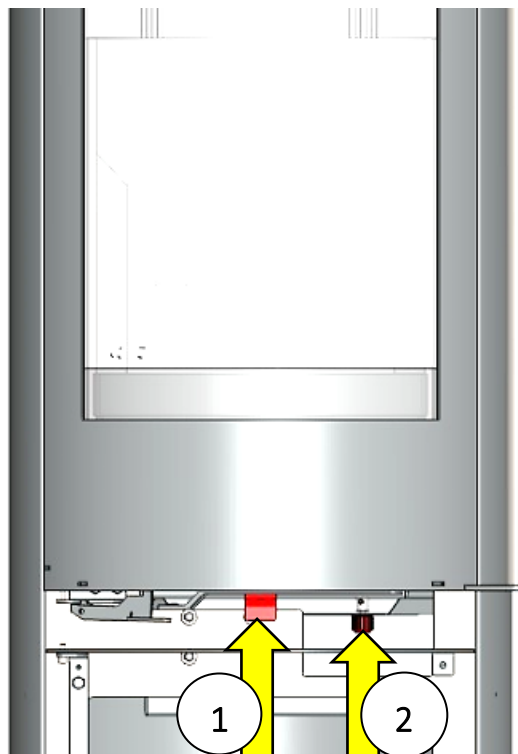

Fig. 18 : position des manettes d'admission d'air
Les manettes d'admission d'air du poêle-cheminée se trouvent derrière le clapet sous le foyer (Fig. 18).
Le thermostat wotdke (Fig. 18 pos. 2) commande l'air via la grille en fonte.
La molette de réglage du thermorégulateur wodtke se trouve dans le compartiment à bois (Fig. 18 pos. 2). Le thermorégulateur ouvre et ferme automatiquement l'air primaire en fonction de la température du poêle.
- Ne fermez jamais complètement la section transversale de la ventilation spéciale de la vitre (Fig. 18 à la page 18) chargée de nettoyer la vitre d'exposition.